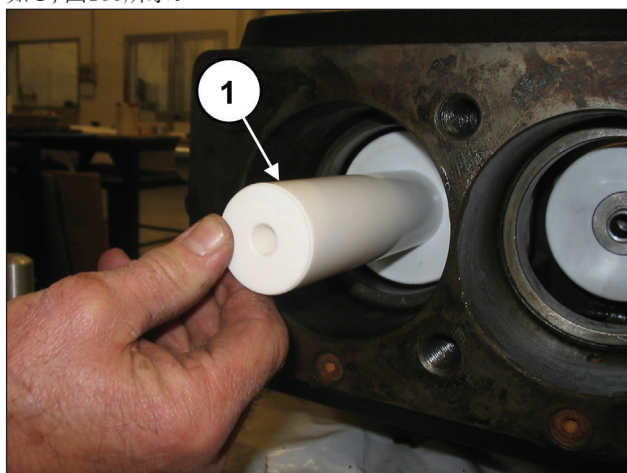
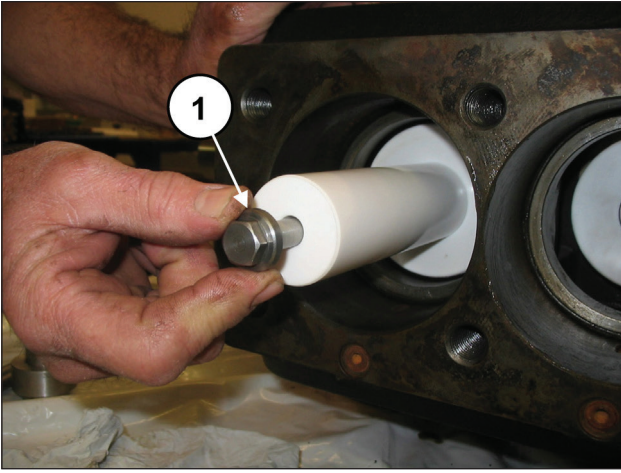

图182
图183
将活塞安装在相应的导承上 (部件号①, 图182) 并固定, 如①, 图183所示。